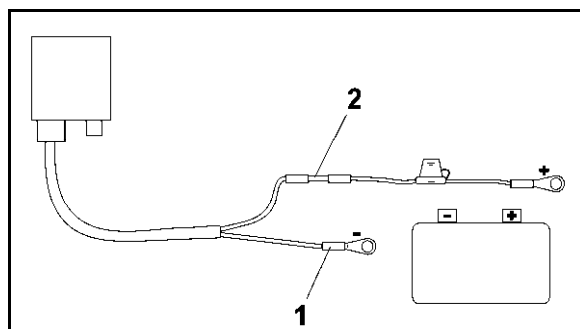

Fig. 4
4. Blå leder (stel) føres ind i løs ringtunge (Fig. 4/1).
6. Brun leder (+ 12 volt) føres ind i fri ende på stødforbinder (Fig. 4/2)
8. Stødforbinder (Fig. 4/2) skrumpes ind med varmekilde (fyrtøj eller varmlufttørrer), indtil klæberen trænger ud